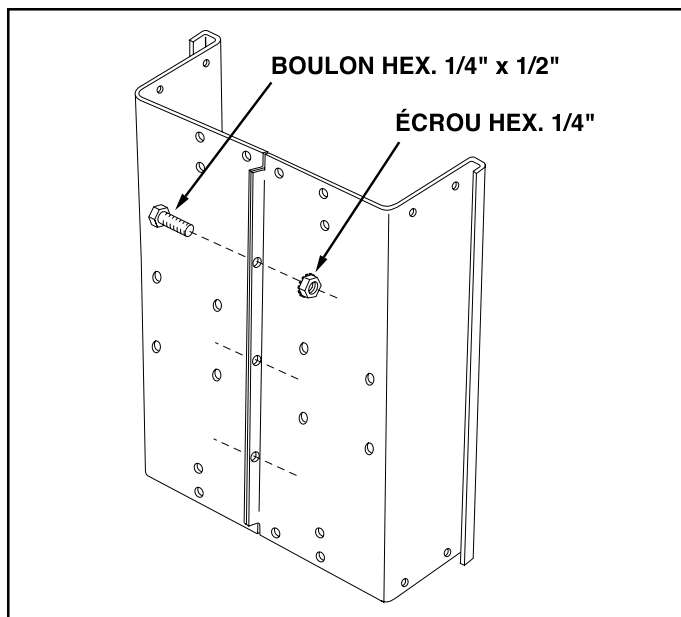

FIGURE 2
3. Positionnez les éléments de moitié de carrosserie sur une surface lisse et de niveau comme par exemple sur le sol d'un garage ou une allée carrelée. Voir figure 2.
4. Assemblez les moitiés l'une à l'autre en utilisant trois boulons hex. 1/4" x 1/2" et des écrous hex. 1/4" comme montré dans la figure 2. **Ne serrez pas pour l'instant.**